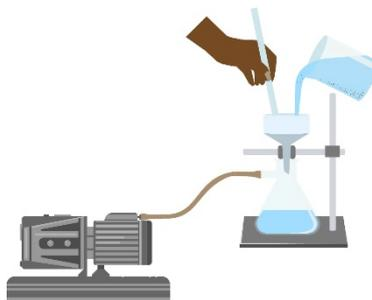

Figura 15. Filtração à vácuo com funil de Büchner.
- d. A solução ainda quente deve ser filtrada sob vácuo (Figura 15), transferindo todo o conteúdo do béquer para um funil de Büchner com a ajuda de um bastão de vidro. Todo o resíduo escuro deverá ficar retido no papel de filtro e ser descartado corretamente. O filtrado incolor deve ser reservado para ser utilizado na sequência. Caso a solução no kitassato não esteja límpida, realize nova filtração.